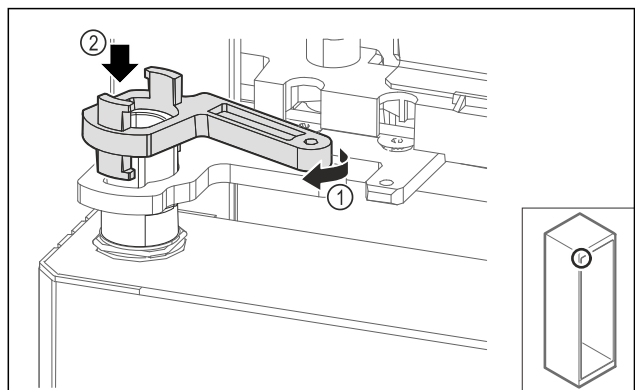

Fig. 66
- ▶ Tourner légèrement le verrouillage du support de palier Fig. 66 (1) et le poser sur la douille Fig. 66 (2).